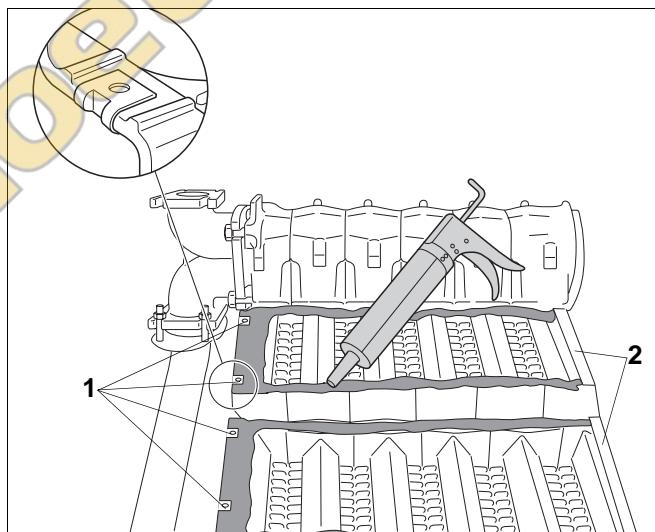

Рис. 33 Установка гаек с защелкой и нанесение герметика
- Установить четыре гайки с защелкой (рис. 33, **поз. 1**) на конечные секции (спереди, со стороны подключения воды).
- Нанесите герметик также и на гайки с защелкой (рис. 33, **поз. 1**).
- Нанести поставляемый с котлом герметик на уплотнительные пазы (рис. 33).
Пока не наносить герметик в уплотнительные пазы задних конечных секций (рис. 33, **поз. 2**).
- Перед монтажом прерывателя тяги нанести герметик в уплотнительные пазы конечных секций (рис. 33, **поз. 2**, стр. 34).